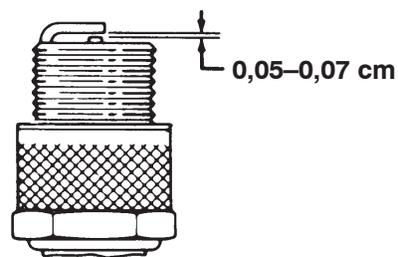

Figure 32
3. Réglez l'écartement des électrodes de 0,05 à 0,07 cm (Fig. 32).